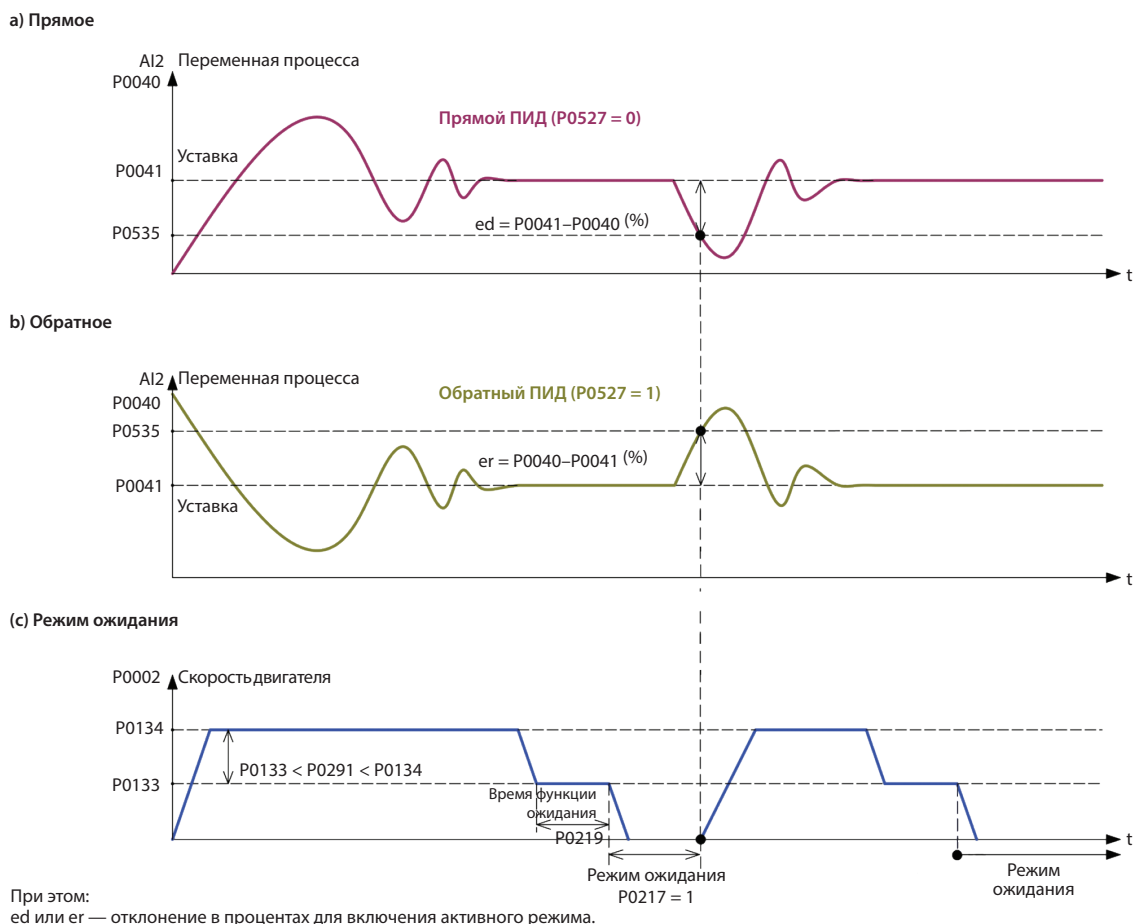

Рис. 20.2 (а)–(с). Примеры воздействия ПИД
2) **Чтобы определить тип воздействия ПИД**, необходимое для процесса: прямое или обратное. Управляющее воздействие должно быть прямым (P0527 = 0), если для увеличения частоты вращения необходимо увеличить переменную процесса. В противном случае следует выбирать обратное воздействие (P0527 = 1). См. рис. 20.2.
Режим ожидания — полезная функция для экономии электроэнергии при использовании ПИД-регулятора. См. рис. 20.2.
Но настройка параметра P0291 должна соответствовать указанной ниже: P0133 < P0291 < P0134. См. рис. 20.2.